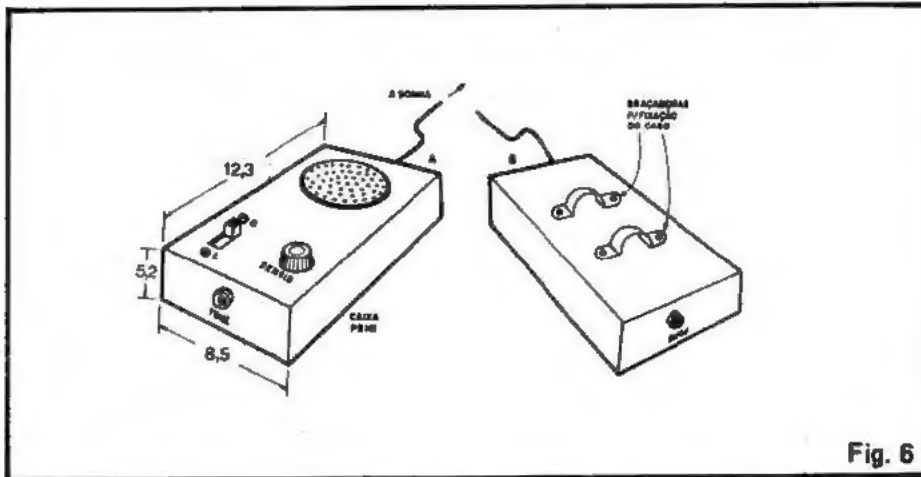

Fig. 6
- 1 - Par de brácteas para fixação da caixa do DEME à haste (ver fig. 6)
Em circuitos desse tipo a acomodação geral (caixa e disposições externas) é muito importante, já que capacidades distribuídas e outros fenômenos inerentes às características do projeto podem influenciar no seu funcionamento. Assim, recomendamos que o leitor siga as sugestões das figs. 6 e 7 no acabamento final do seu DEME...
Na fig. 6 temos os detalhes da caixa do circuito, que deverá também abrigar o suporte com as pilhas. Na parte frontal ficam a cápsula de cristal, o controle de sensibilidade e a chave geral. Nos fundos da caixa, duas braçadeiras servirão para fixação da caixa à haste. Numa das laterais menores pode ficar o jaque de "fone" e, na lateral oposta, a saída do cabo estéreo para a bobina. Notar que tanto a placa do circuito, quanto o suporte das pilhas, deverão ser bem fixados no interior da caixa, pois se eles "andarem" lá dentro, poderão ocorrer instabilidades ou "desintonizações" no funcionamento do DEME.